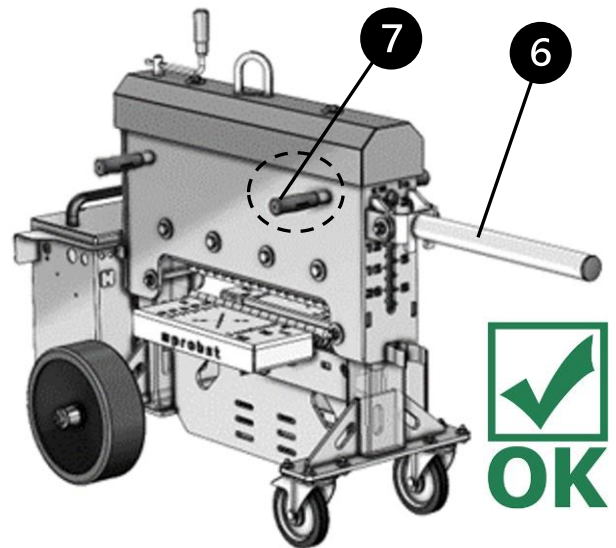

Fig. 2
- A tal fine, la leva di trasporto ❹ deve essere portata in posizione orizzontale. → Fig. 2